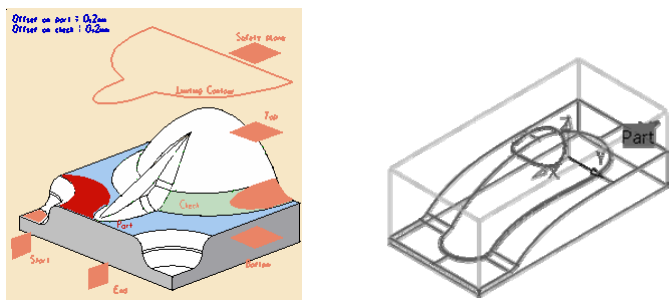

图 3-242 定义加工区域（15）
- 定义加工区域（15）。单击“Sweeping.1”对话框中的，切换到几何参数选项卡，单击对话框中的目标零件感应区，选择整个目标加工零件作为加工对象，如图 3-242 所示，在空白处双击鼠标左键返回。